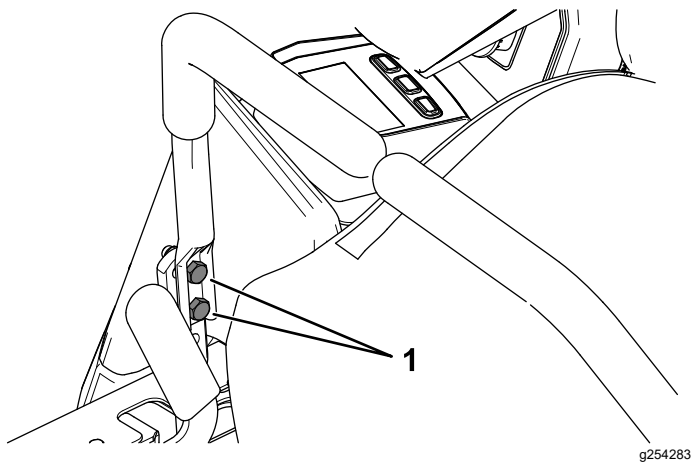

Figure 58
8. Si l'alignement doit être corrigé d'un côté, desserrez les 2 boulons de fixation du levier de commande de déplacement du côté concerné (Figure 58).
10. Resserrez les 2 boulons de fixation du levier de commande de déplacement (Figure 58).